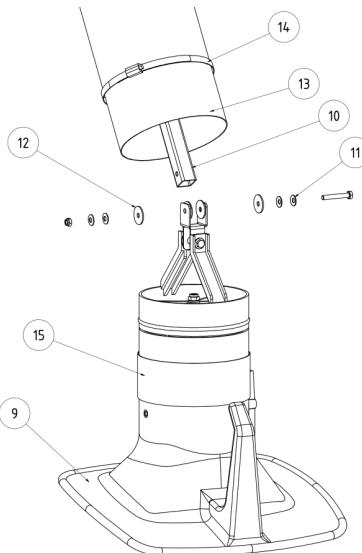

Bild 5-11
- Montieren Sie die Absaughaube (9) an das freie Ende des Absaugarmes (10). Positionieren Sie hierbei die Tellerfedern (11) und Bremscheiben (12) wie aus Bild 5-11 ersichtlich.
- Ziehen Sie das Schlauchende (13) über den Stutzen und befestigen Sie die Schlauchschielle (14).
- Decken Sie die Schlauchschielle, Schlauchende und den Spalt zwischen Stutzen und drehbarer Absaughaube mit dem breiten Gummiring (15) ab.